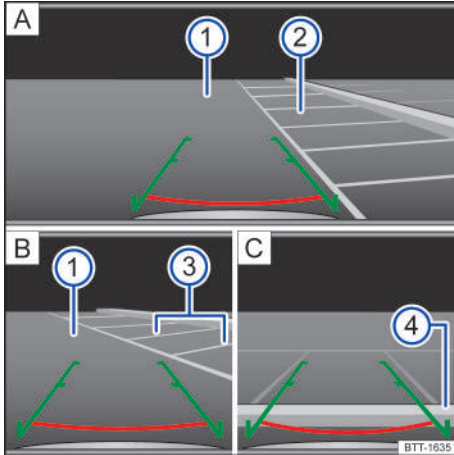

Fig. 176 Sistema de infotainment: aparcando con el asistente de marcha atrás.
1. Sitúe el vehículo delante del hueco de aparcamiento → fig. 176 **A** ②.
3. Retroceda lentamente a la vez que gira el volante de manera que las líneas laterales verdes se introduzcan en el hueco de aparcamiento seleccionado. Las líneas verdes tienen que coincidir con las líneas de delimitación laterales del hueco de aparcamiento → fig. 176 **B** ③.
4. Detenga el vehículo cuando la línea horizontal roja haya alcanzado la delimitación trasera → fig. 176 **C** ④.